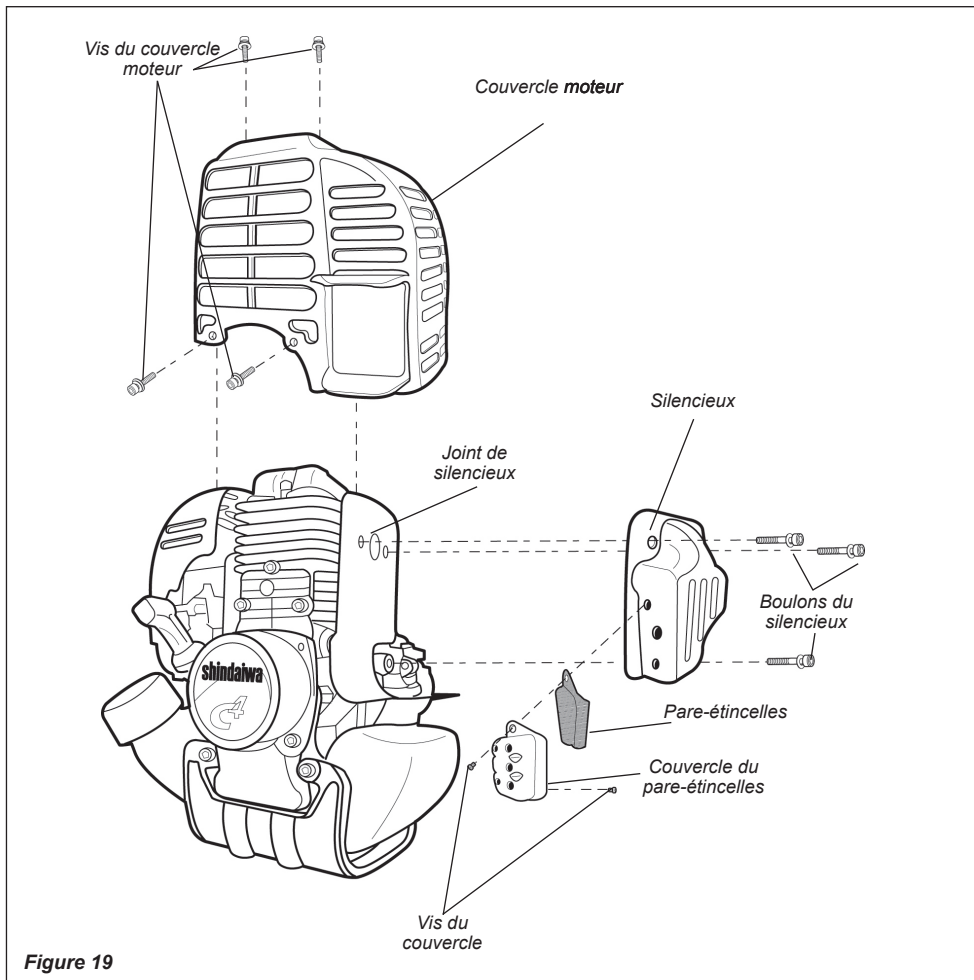

Figure 19
1. Avec une clé hexagonale de 3 mm, ôter les trois vis du couvercle moteur, ainsi que le couvercle moteur. Voir figure 19.
2. Avec une clé hexagonale de 4 mm, ôter les trois boulons du silencieux, ainsi que le silencieux. Voir figure 19.
3. Avec un petit tournevis plat, retirer les deux vis maintenant le pare-étincelles et le couvercle sur le silencieux. Voir figure 19.